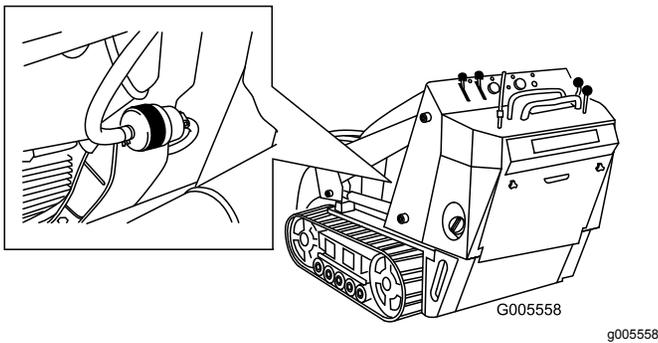

Рисунок 42
5. Пережмите топливопроводы на обеих сторонах топливного фильтра (Рисунок 42).
6. Сожмите концы шланговых хомутов и сдвиньте их с фильтра (Рисунок 42).